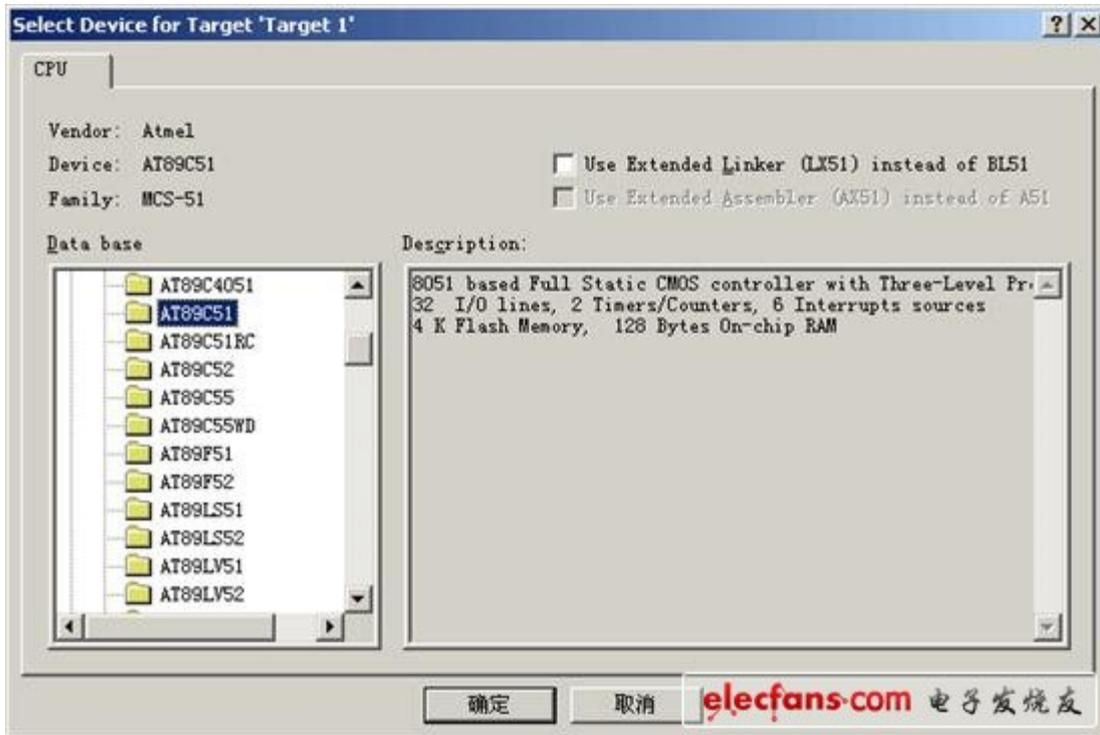

图 1-4 选取芯片
(2) 选择所要的单片机，这里选择常用的 Atmel 公司的 AT89c51。而且本单片机 C 语言教程里的大部分程序都是基于此芯片的，此时屏幕如图 1-4 所示。AT89c51 有什么功能、特点呢？看图中右边有简单的介绍。完成上面步骤后，就可以进行程序的编写了。